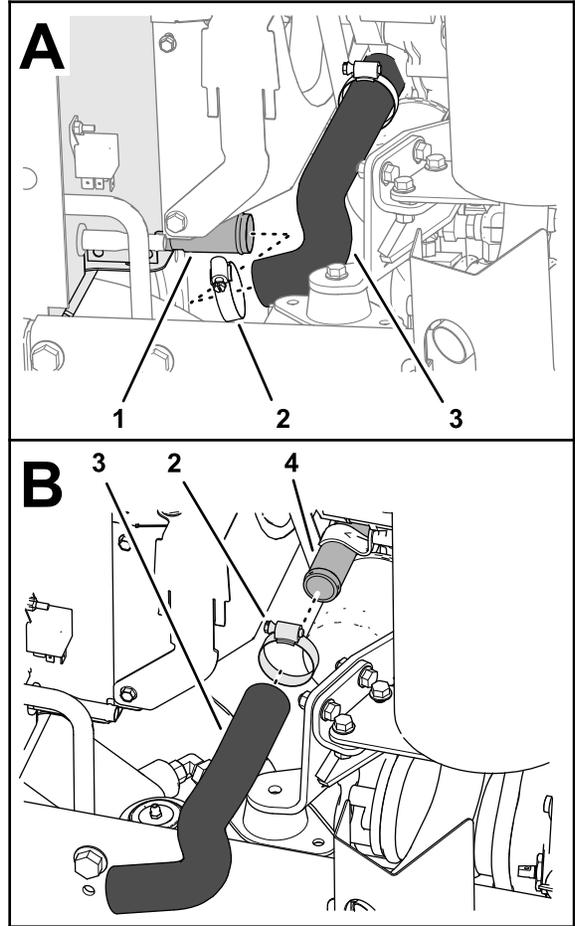

图15
- 卸下将下散热器软管固定至散热器出口的软管夹将软管与散热器分开图15。
- 卸下将下散热器软管固定至发动机进口的软管夹将软管从发动机上卸下图15。